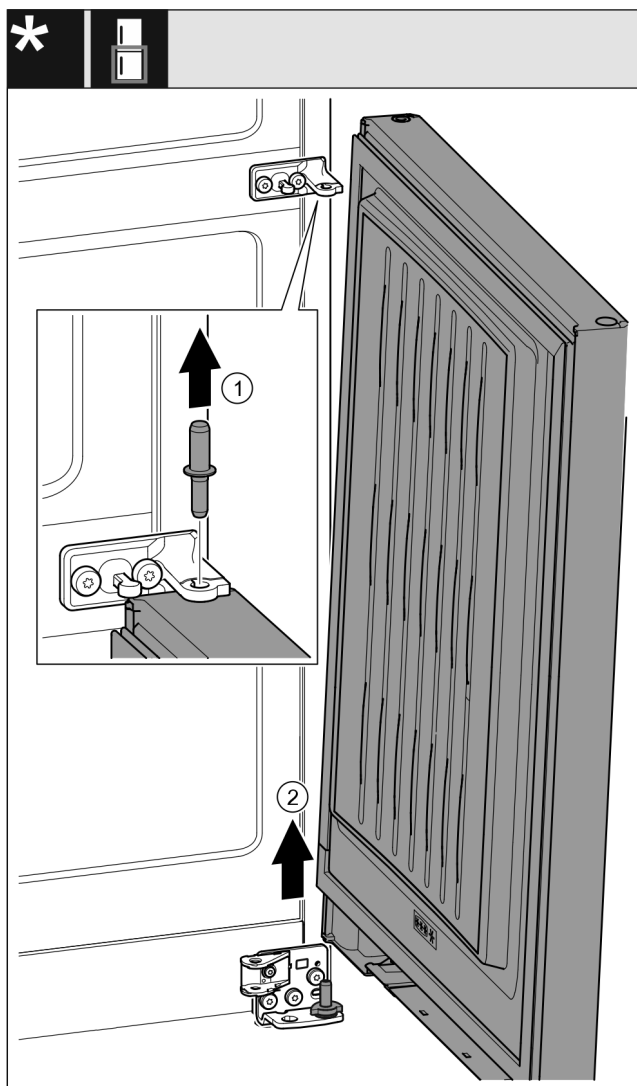

Fig. 23 *
- ▶ Estrarre il perno verso l'alto. Fig. 23 (1)*
- ▶ Aprire la porta, tirarla verso l'alto e metterla da parte. Fig. 23 (2)*